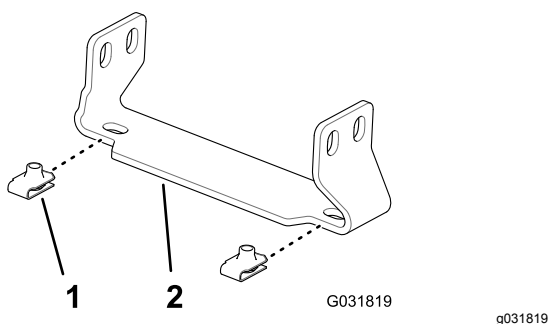

Figura 152
1. Instale las cuatro tuercas rápidas (Pieza Toro N° 94-2413) en los 2 soportes de la cubierta de la sección central (Pieza Toro N° 131-3703-03), tal y como se muestra en (Figura 152).